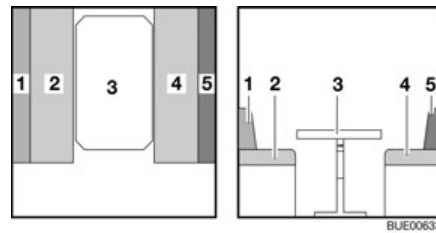

Fig. 139 Avant la transformation
- Convertir la table (Fig. 139,3) en sommier de lit (voir paragraphe 7.7).